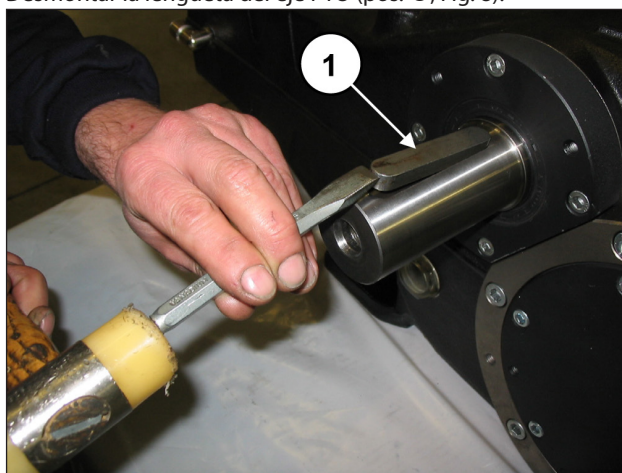

Fig. 8
Desmontar la lengüeta del eje PTO (pos. ①, Fig. 8).